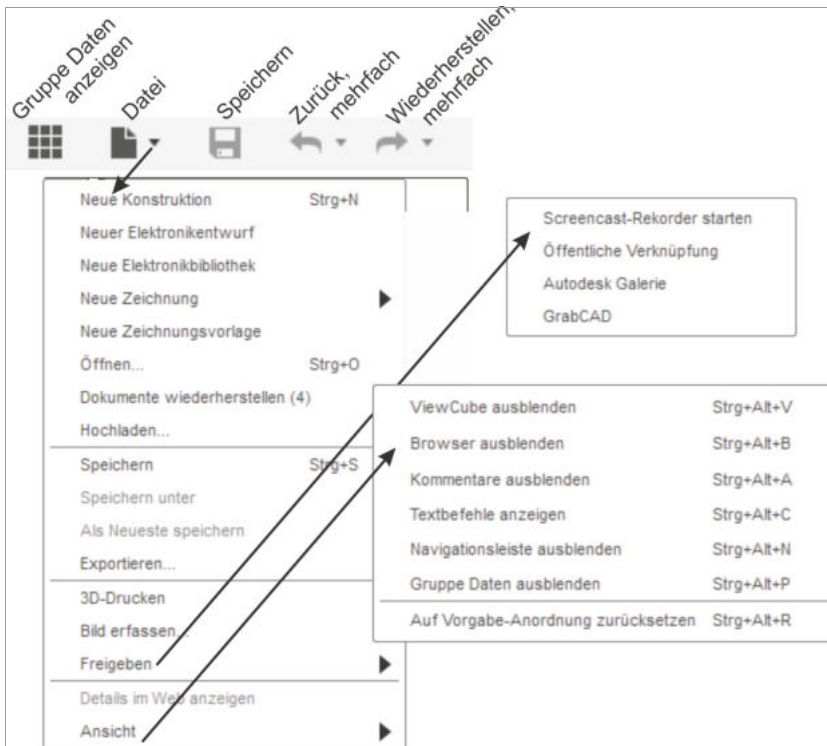

Abb. 1.10: DATEIVERWALTUNGSFUNKTIONEN
- **ANSICHT** – Hiermit konfigurieren Sie die Benutzeroberfläche, indem Sie folgende Elemente ein- oder ausschalten (Abbildung 1.10):